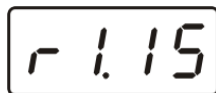

Рисунок 5.1 Индикация версии внутреннего программного обеспечения
- 5.6 При включении газоанализатора на его экране индицируется версия внутреннего ПО, см. Рисунок 5.1.